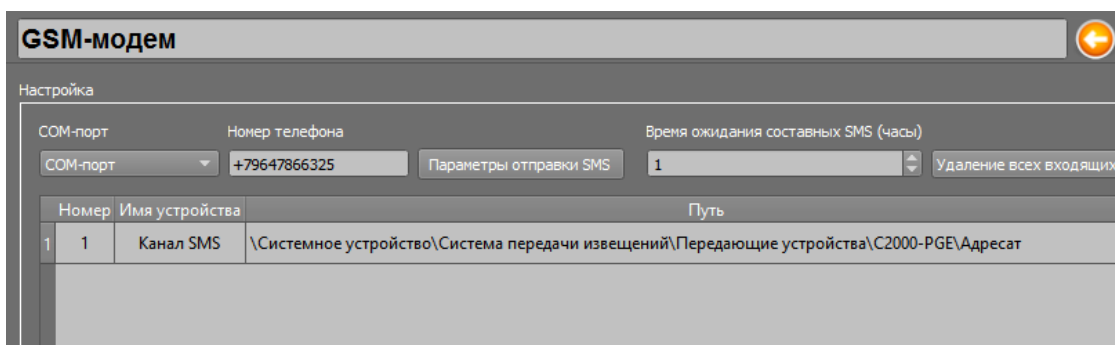

Рисунок 75 Привязанный канал C2000-PGE в GSM модеме
5. В настройках модема укажите номер телефона SIM карты установленной в модем, в параметре «Время ожидания составных SMS» укажите значение – 1 час (Рисунок 75). В качестве номера порта укажите порт, к которому подключен модем (по умолчанию – COM1). Скорость обмена данными в параметрах порта для работы с GSM модемом должна быть указана 9600 бод.